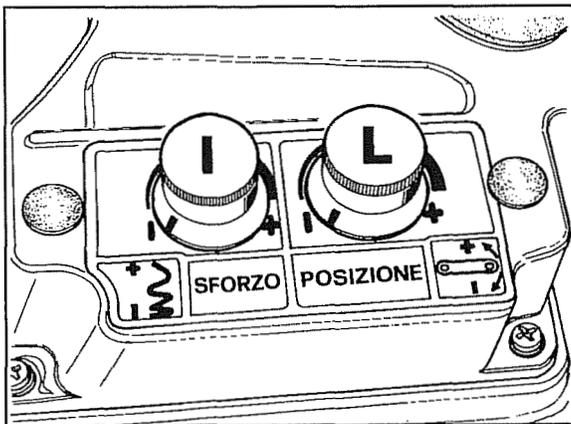

Fig.52
- f. Tourner le rhéostat **L** (fig.52) dans le sens des aiguilles d'une montre. A mi-course le relevage doit commencer à monter. Dans le cas contraire corriger le réglage fait précédemment, en dévissant ou en vissant le capteur sur son support.